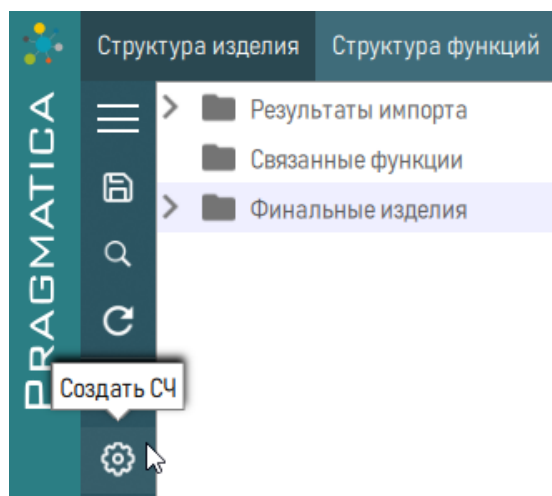

Рисунок 149 – Создание составной части в папке
3) Нажать кнопку  «Создать СЧ», расположенную слева на панели (рисунок 149).